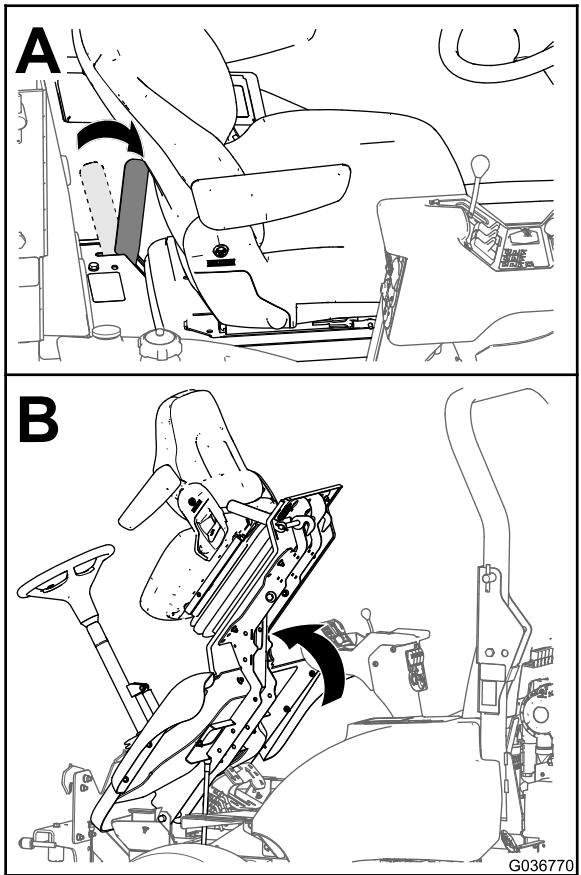

Figura 4
Spostate la maniglia del fermo della piattaforma in posizione di sblocco e inclinate in avanti la piattaforma dell'operatore, come illustrato nella Figura 4.
1. Abbassate la piattaforma con cautela; fate riferimento a Figura 4 in Sollevamento della piattaforma dell'operatore \(pagina 3\).
2. Spostate la maniglia del fermo di bloccaggio verso la parte anteriore del tosaerba mentre la piattaforma raggiunge la posizione completamente abbassata; fate riferimento a Figura 4 in Sollevamento della piattaforma dell'operatore \(pagina 3\).